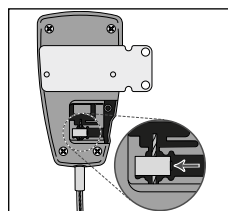

Fig. 9
11. Glissez le bloc d'extrémité du câble sur le câble intérieur et remettez le bloc dans l'emplacement prévu dans le satellite (**Voir Fig. 9**).